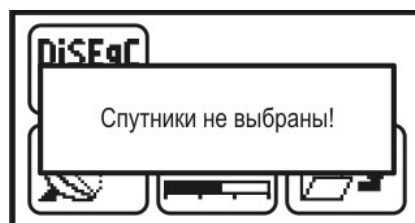

Рисунок 4.6.8
- б) для каждого конвертора назначен спутник. При не соблюдении этого условия при входе в режим выводится сообщение(рисунок 4.6.8).